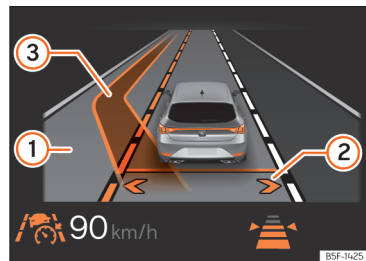

Fig. 144 No ecrã do painel de instrumentos: visualização da mudança de faixa de rodagem assistida (representação esquemática).
Desta forma, ativa-se a mudança de faixa de rodagem assistida. As setas da sua própria faixa no ecrã do painel de instrumentos mostram-se em cinzento »» Fig. 144 ②
assistida para uma faixa adjacente, a faixa correspondente é mostrada no ecrã do painel de instrumentos junto à faixa do condutor. A seta do lado da faixa correspondente aparece em branco »» Fig. 144 ②.